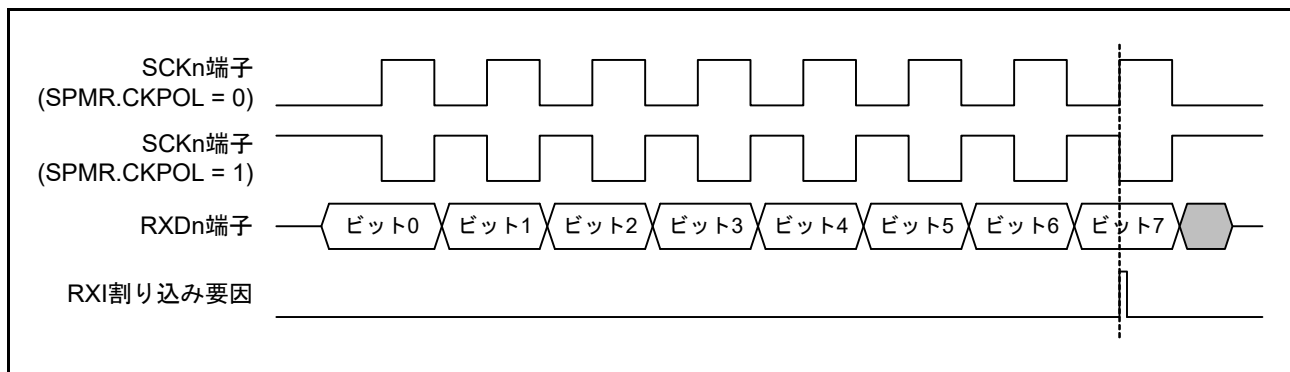

図 26.81 簡易 SPI モード (クロック遅れあり) RXI 割り込み発生タイミング
- クロック遅れあり設定 (SPMR.CKPH ビット = 1) の場合、図 26.81 に示すように SCKn 端子の最終クロックエッジ手前のクロックエッジで受信データフル割り込み (RXI) が発生します。このとき、SCR レジスタの TE、RE ビットを SCKn 端子の最終クロックエッジより前に“0”に設定すると SCKn 端子出力がハイインピーダンスとなり、最終送受信クロックのクロックパルス幅が短くなります。また、RXI 割り込み後、SCKn 端子の最終クロックエッジより前に接続先スレーブに対する SSn# 端子入力信号を High にするとスレーブが誤動作する可能性があります。